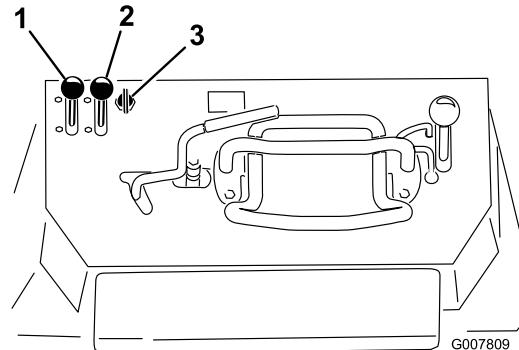

Bild 19
1. Schieben Sie den Gasbedienungshebel in die Mittelstellung zwischen Langsam und Schnell (Bild 19).
2. Schieben Sie den Chokehebel auf die Ein-Stellung (Bild 19).
- Modell 22971: Drehen Sie den Schlüssel in die Ein-Stellung (Bild 19). Lassen Sie den Schlüssel los, wenn der Motor anspringt.
- Schieben Sie den Chokehebel langsam auf die Aus-Stellung (Bild 19). Schieben Sie beim Absterben oder Aussetzen des Motors den Choke wieder nach vorne, bis der Motor warm gelaufen ist.
- Schieben Sie den Gasbedienungshebel auf die gewünschte Stellung (Bild 19).
- Stellen Sie den Gasbedienungshebel auf die Langsam-Stellung (Bild 19).
- Drehen Sie den Zündschlüssel auf die Aus-Stellung (Bild 19).